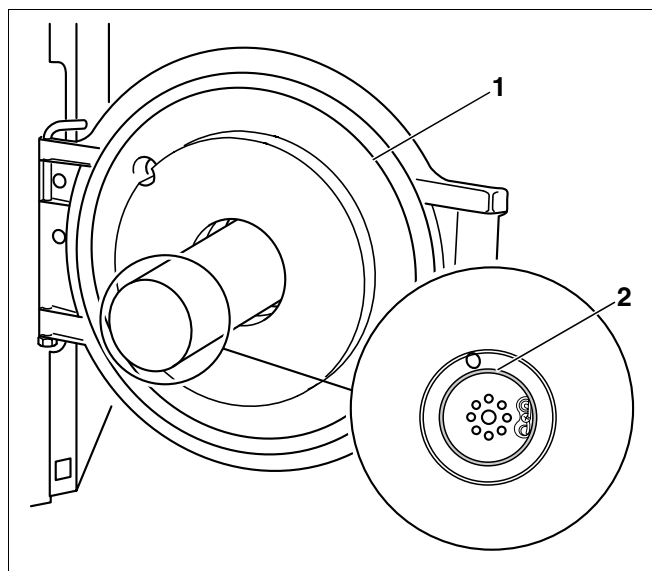

Fig. 56 Vérifier la bonne assise du système de mélange
- En laissant la porte du brûleur ouverte (fig. 56, **pos. 1**) contrôler la bonne assise du joint comme pour la mise en service (fig. 56, **pos. 2**).
- Fermer la porte du brûleur (fig. 56, **pos. 1**, page 44) et serrer les vis de fixation de la porte à fond.